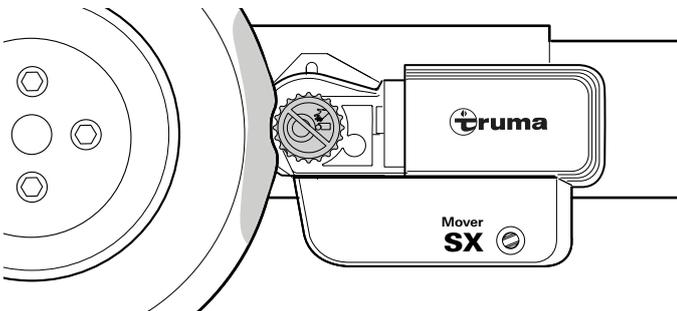

Abb. 15
- Die Antriebsrollen werden auf beiden Seiten ca. 20 mm in die Reifen gedrückt (Abb. 15).